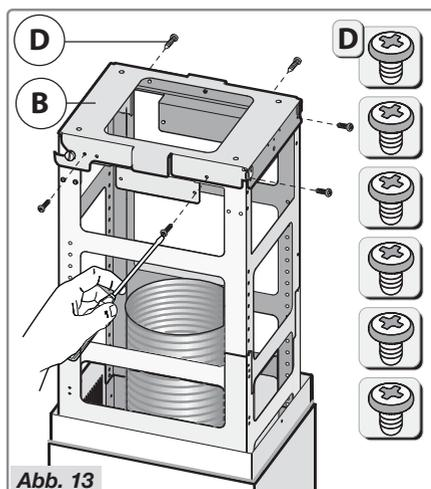

Abb. 13
- **Achtung!** Befestigen Sie die Abzugshaube mit den 6 Schrauben D (Abb. 13) direkt an der Halterung B.